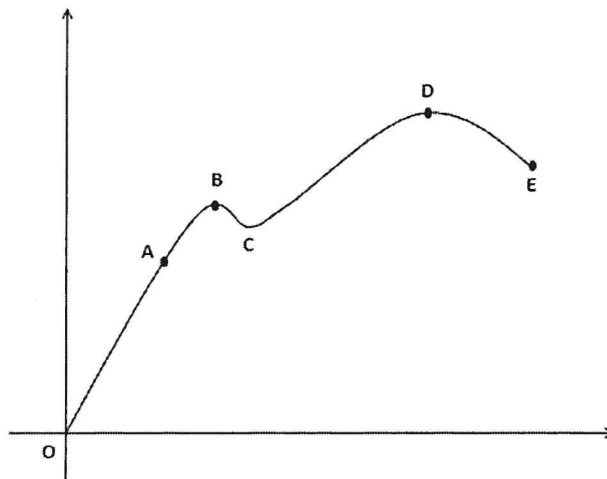

Figure 1(b) / Rajah 1 (b)
(b) Referring to Figure 1(b), the stress versus strain graph for mild steel after tensile testing. Plot **FOUR (4)** important points at the graph and explain the condition of the specimen in between yield point.
*Merujuk kepada Rajah 1(b), graf tegasan melawan keterikan bagi keluli lembut selepas menjalani ujian tegangan. Plotkan **EMPAT (4)** titik penting pada graf tersebut dan terangkan apa yang berlaku pada spesimen ketika berada di antara titik alah.*